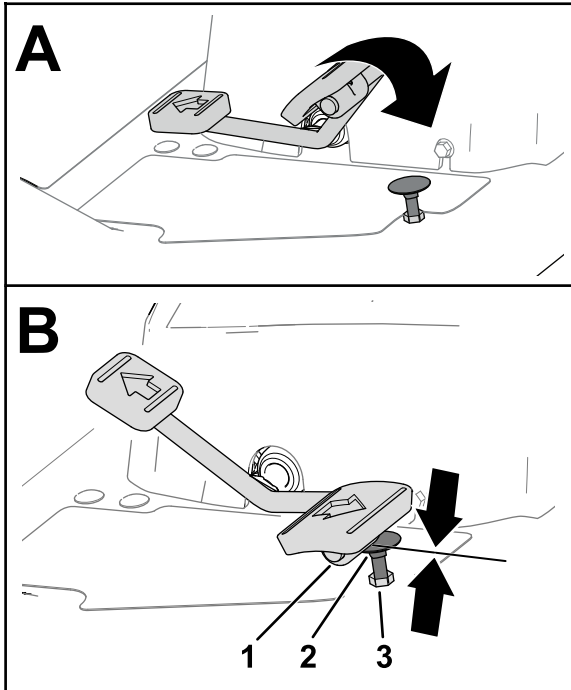
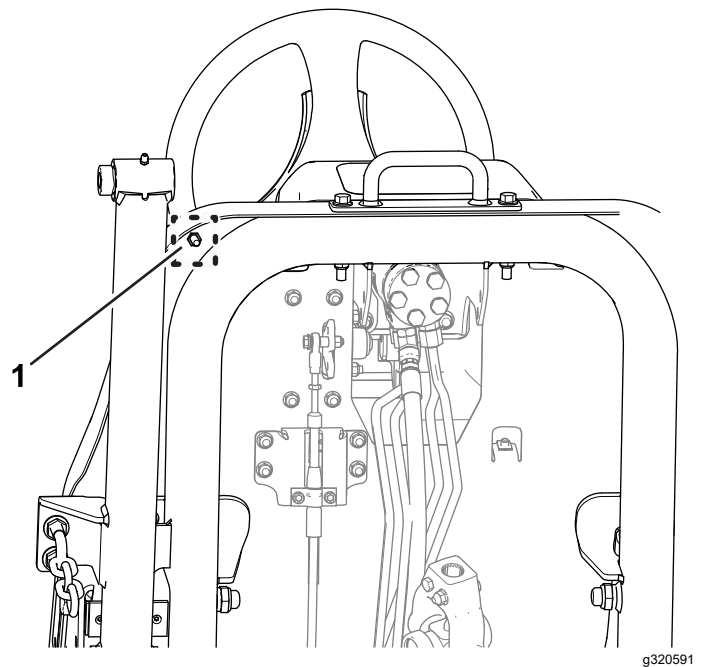

Figure 77
Figure 78
1. Poussez la pédale de déplacement à fond en avant (Figure 77).
- A. Bloquez la butée de la pédale de déplacement (Figure 77) avec une clé.
- B. Desserrez l'écrou de blocage au bas du repose-pied (Figure 78).
- C. Poussez la pédale de déplacement à fond en avant (Figure 77).
- D. Tout en maintenant la butée de la pédale de déplacement, réglez l'écrou de blocage situé au-dessus du repose-pied (Figure 77) jusqu'à ce que la pédale touche la butée.
- F. Tout en maintenant la butée de la pédale de déplacement, serrez l'écrou de blocage au bas du repose-pied (Figure 77 et Figure 78) à un couple de 37 à 45 N·m (27 à 33 pi-lb).